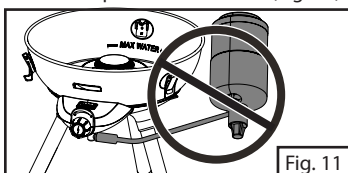

Fig. 11
6. No haga funcionar nunca una estufa con el cilindro de propano en una posición invertida. (Fig. 11)